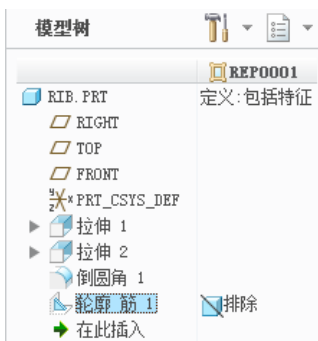

图 3.11.18 排除筋特征
② 在“编辑方法”菜单中选择 **Features (特征)** 命令，在系统弹出的“增加/删除特征”下拉菜单中选择 **Exclude (排除)** 命令，然后在图 3.11.18 所示的模型树中选取特征 **轮廓筋 1** 作为要排除的特征，最后在“编辑方法”菜单中依次选取 **Done (完成)** 命令和 **Done/Return (完成/返回)** 命令，在对话框中单击 **关闭** 按钮，完成简化表示的修改。